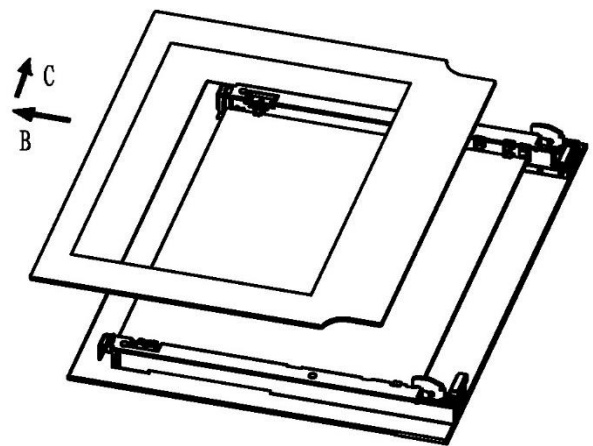

Fig. 2
2. Tire o vidro interior lentamente (Fig.2)